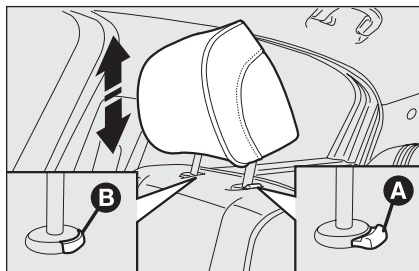

fig. 34
- premere i tasti **A** e **B**-fig. 34 (ubicati a lato dei due sostegni degli appoggiatesta) quindi rimuovere gli appoggiatesta sfilandoli verso l'alto.